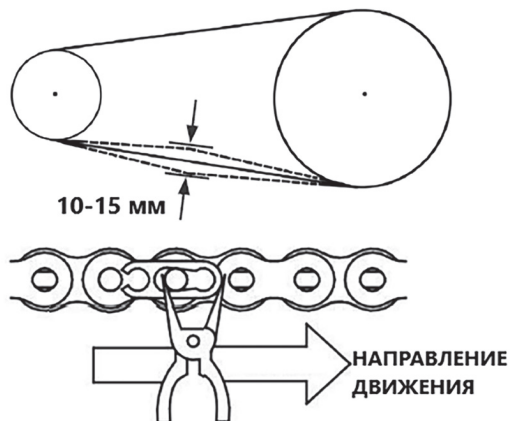

Рисунок 1. Осмотр и регулировка цепи
3. Норма провисания цепи: амплитуда колебаний (вверх-вниз) должна составлять 10 – 15 мм (рисунок 1).